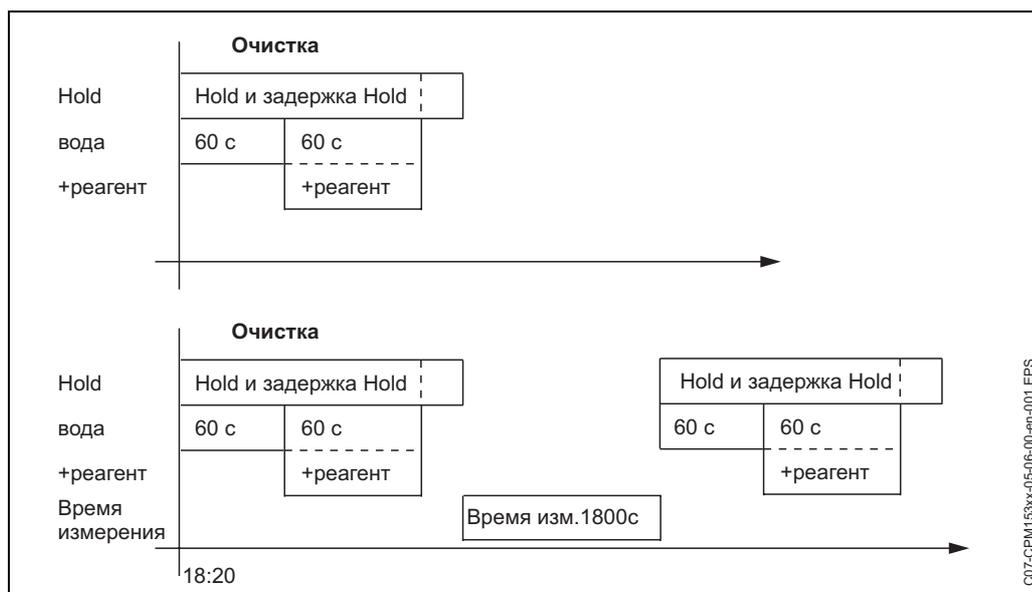

Рис. 27: Графическое представление вышеупомянутого примера.
- "Clean": Очистка начинается с вводом времени старта (см. Рис. 27).
- "Clean Int": Очистка выполняется с промежутками определенных интервалов (см. Рис. 27). Программа не может быть начата непосредственно через двойные входы.